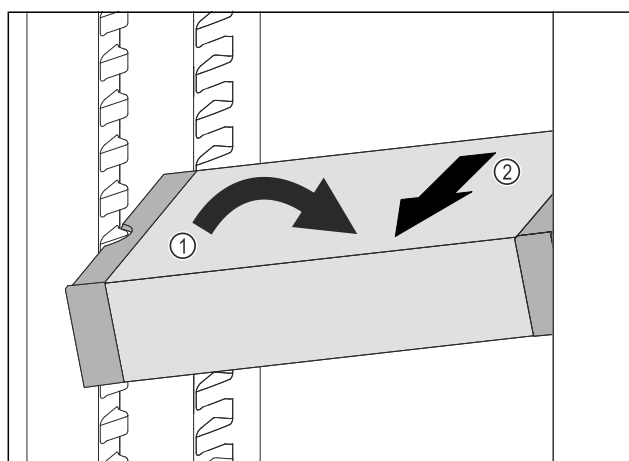

Fig. 88
- ▶ Poziționați oblic VarioSafe în frigider. Fig. 88 (1)
- ▶ Extrageți VarioSafe spre înainte. Fig. 88 (2)